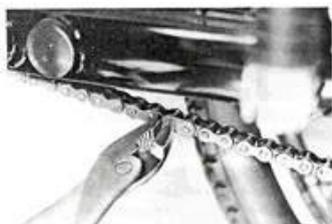

Fig. 2-1-7
8. Kæden tages af, og samleledet løsnes med bagbremsen i funktion. Ved påmonteringen samles kæden som vist i Fig. 2-1-7. Lad derefter kørenen tage plads på knaller-ten. Mål kædens op- og nedadgående bevægelse midt på den nederste kædehalvdel. Denne bør være ca. 20 mm. Om nødvendigt reguleres kædens spænding.